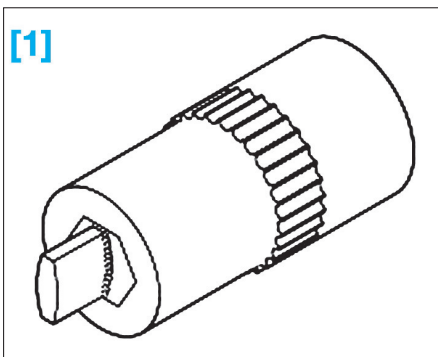

FIG. 4
- [1]. Ecarteur Ref. 3424 (Fig.4).